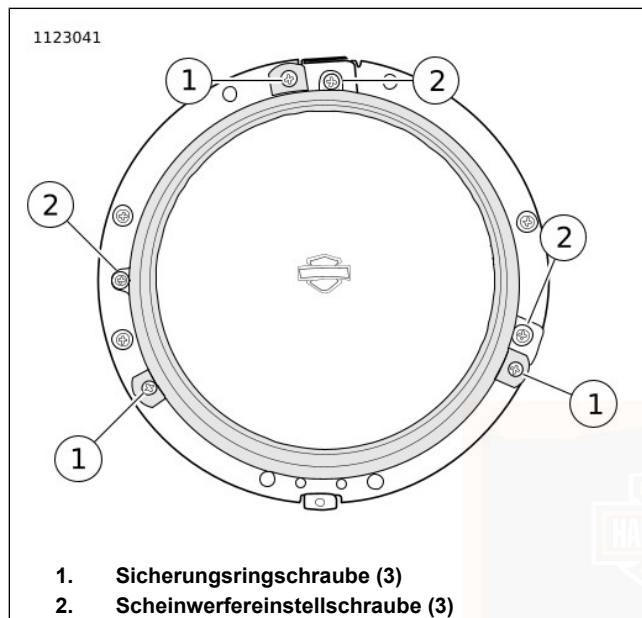

Abbildung 98. Scheinwerfer-Sicherungsring
2. Abbildung 98 Die Scheinwerferbaugruppe mit Sicherungsring und Schrauben (1) befestigen. Festziehen.